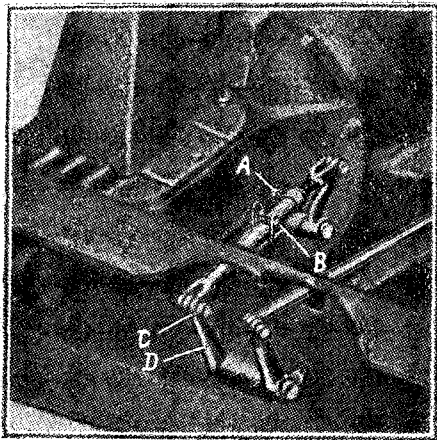

Рис. 12. Регулировка сцепления:
производится посредством изменения длины тяги выключения сцепления (рис. 12). Для этого необходимо:
1. Отпустить гайки *A* и *B* (рис. 12) и удалить болт *C*.